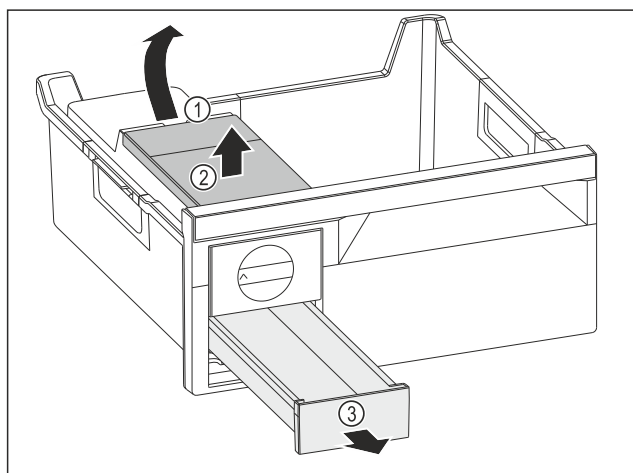

Fig. 171
- ▶ Ta ut vattenbehållaren: Lyft vattenbehållaren vid ursparingen Fig. 171 (1).
- ▶ Ta ut vattenbehållaren Fig. 171 (2) uppåt.
- ▶ Ta ut iskublådan Fig. 171 (3) framåt.